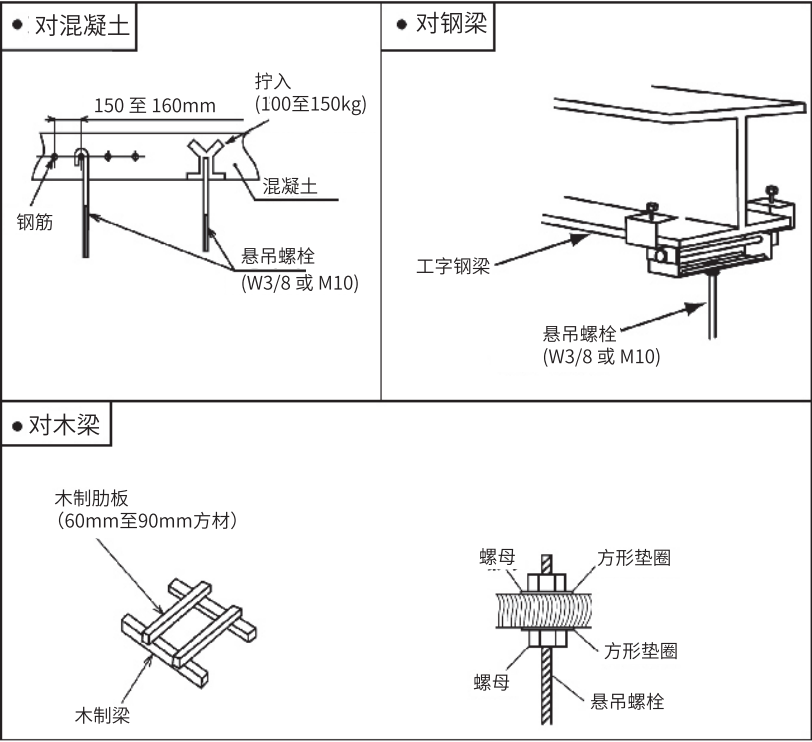

图2 悬吊螺栓的固定
- (1) 仔细考虑走管、配线和维修, 选定合适的安装位置和方向。
- (2) 安装悬吊螺栓如下页图2所示。